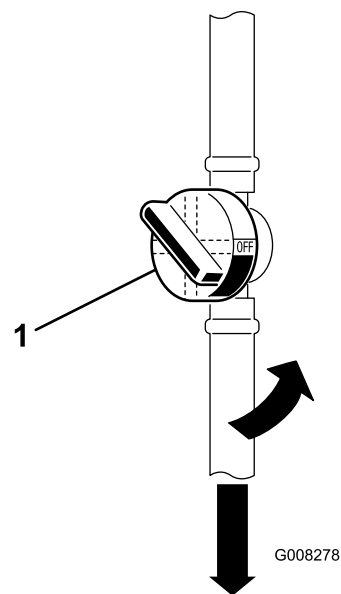

Figura 28
6. Cierre la válvula de cierre de combustible (Figura 28).
7. Apriete los extremos de las abrazaderas y deslícelas por el tubo alejándolas del filtro de combustible usado (Figura 28).